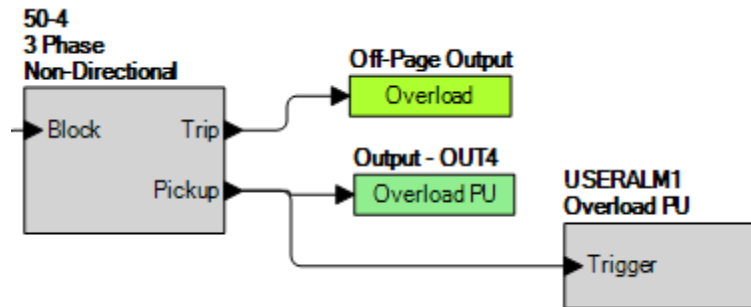

Figura 2-19. OUT4 y USERALM1 con etiquetas definidas por el usuario
Paso 15: La Figura 2-19 muestra las etiquetas definidas por el usuario de OUT4 y USERALM1 que se nombraron en los Pasos 13 y 14.